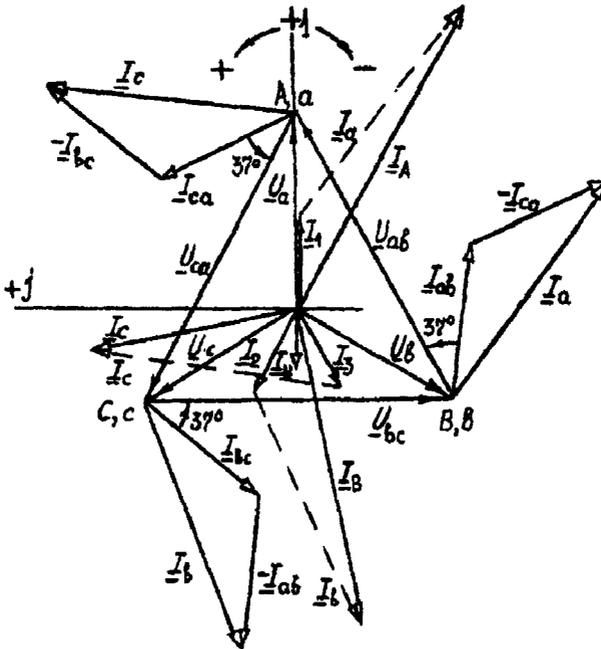

Рис. 2 35
5. Измерение активной мощности в трехфазных цепях может осуществляться методом одного, двух или трех ваттметров. Метод одного ваттметра используется лишь в симметричных цепях, метод двух ваттметров пригоден для трехпроводных цепей при любой асимметрии. В четырехпроводных цепях применяется метод трех ваттметров. Анализируемая цепь четырехпроводна, и мы должны использовать метод трех ваттметров. Схема их включения дана на рис. 2. 33.